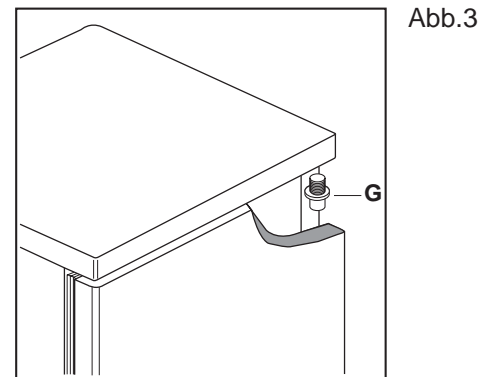

Abb.3
- Mittleres Scharnier (H) abschrauben.
- Obere Tür vom oberen Stift (G) abnehmen (Abb.3).
- Abdeckungen (I) abnehmen und an der gegenüberliegenden Seite montieren.
- Unteres Scharnier (E) auf gegenüberliegende Seite montieren und mittels der vorher entfernten Schrauben befestigen.
- Abdeckung (F) vom Entlüftungsgitter entfernen. Dazu Abdeckung in Pfeilrichtung ziehen und auf die gegenüberliegende Seite wieder aufstecken.